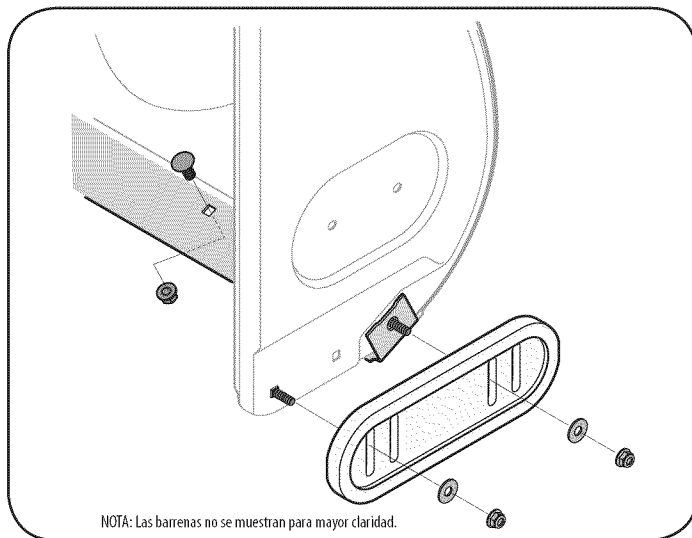

Figura 25
2. Monte las nuevas zapatas antideslizantes con cuatros pernos de carro (dos en cada lado), arandelas, y las tuercas de brida hexagonales. Consulte la Figura 25.